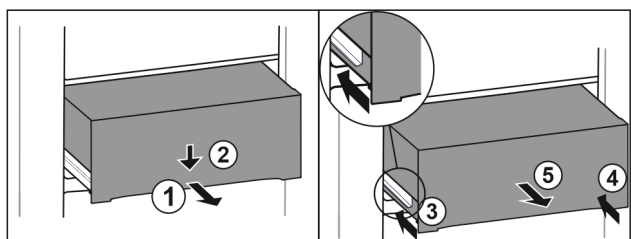

Fig. 133
- Extrageți pe jumătate sertarul. Fig. 133 (1)
- Apăsăți în jos sertarul pe partea frontală. Fig. 133 (2)
- Inserați șina stângă aproximativ 2 cm. Fig. 133 (3)
- Inserați șina dreaptă aproximativ 2 cm. Fig. 133 (4)
- Extrageți sertarul spre înainte. Fig. 133 (5)